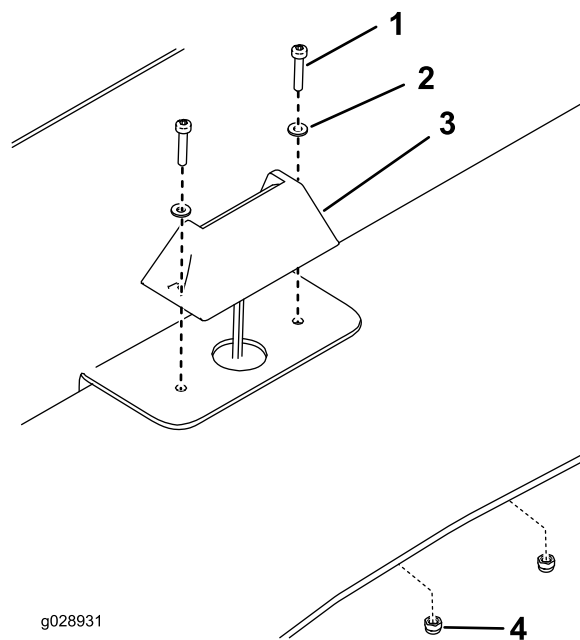

Figura 10
5. Pase el cable de la luz de la placa de matrícula a través del orificio de 8 mm del tabique, e instale la luz en el soporte con 2 tornillos de fijación (M3 x 16), 2 arandelas (M3) y 2 contratueras (M3) (Figura 10).